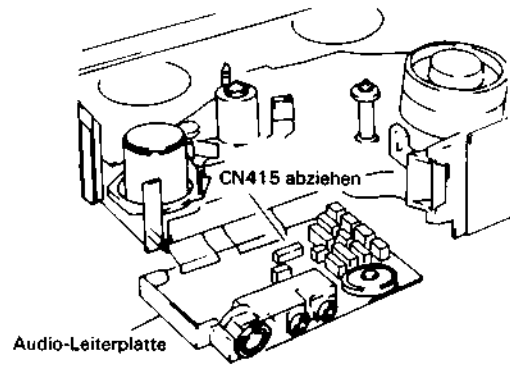

Abb. 2.51 Ausbau des Audio/Synchronkopfes (A/C)
4. Den Stecker CN415 abziehen (siehe Abb. 2.51).